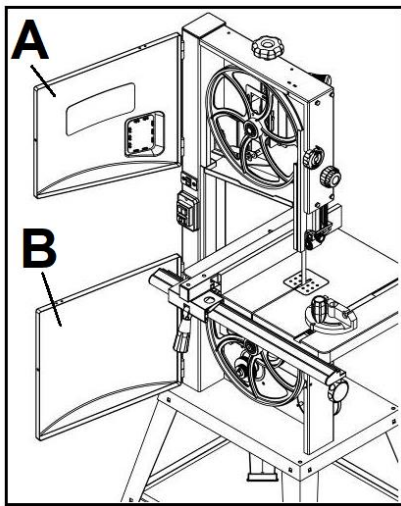
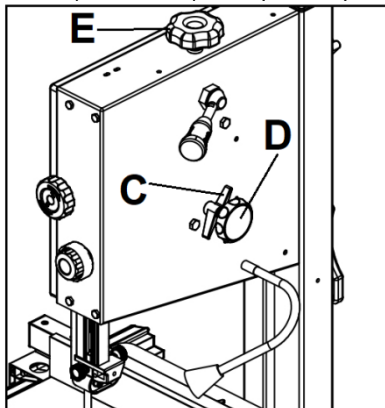
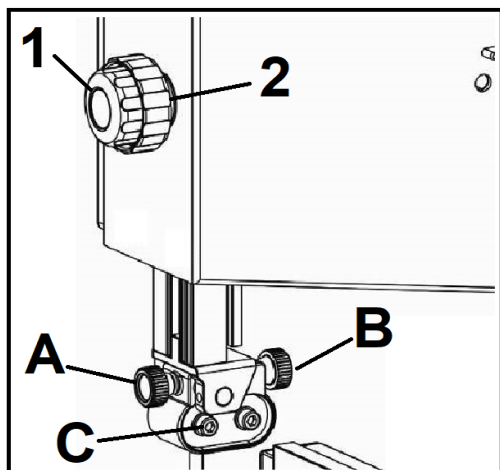

Рисунок 14
Рисунок 15
Рисунок 17
Если пыльная лента не движется по центру резинового обода, ход ее необходимо откорректировать, отрегулировав наклон верхнего шкива пыльной ленты. Откройте верхнюю и нижнюю дверцы (А, В, Рис. 14). Ослабьте ручку фиксатора регулировки хода, вручную вращайте верхний шкив, не касаясь пыльной ленты. Поверните ручку регулировки (D, Рис. 15) по часовой стрелке или против часовой стрелки до тех пор, пока пыльная лента не будет двигаться по центру резинового обода. После регулировки снова затяните ручку фиксатора регулировки хода (С, Рис. 15) и закройте крышку.
МЕДЛЕННО поверните ручку регулировки хода (D, Рис. 15), одновременно вращая верхний шкив. Поворот ручки регулировки хода по часовой стрелке (если смотреть с задней стороны станка) приведет к тому, что пыльная лента будет смещаться в направлении задней части станка; поворот ручки против часовой стрелки приведет к тому, что лента будет смещаться в направлении передней части станка.
- Поворачивая ручку регулировки (Е, Рис. 15) по часовой стрелке, можно увеличить натяжение пыльной ленты.
- Поворачивая ручку регулировки (Е, Рис. 15) против часовой стрелки, можно ослабить натяжение пыльной ленты.
Установите верхнюю направляющую пыльной ленты с помощью ручки регулировки (2, Рис. 17) на желаемую высоту, ослабив фиксирующую ручку (1, Рис. 17). После регулировки снова затяните фиксирующую ручку.
- Ослабьте ручку (А) и отрегулируйте подшипниковый узел так, чтобы боковые подшипники располагались на расстоянии 1-2 мм от впадины зуба полотна (изогнутая область в основании зуба). Снова затяните ручку (А, Рис. 17).
- Ослабьте ручку (В, Рис. 15) и установите упорный подшипник в положение 0,4 мм от задней кромки ленты. Снова затяните ручку (В, Рис. 17).
- Ослабьте болт (С, Рис. 17) и отрегулируйте боковые направляющие подшипники в положение 0,1-0,2 мм от ленты. Снова затяните болт (С).